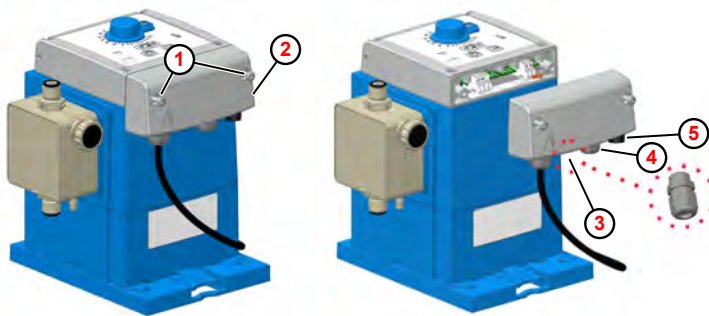

Abb. 11: Elektrische Installation „EcoUp“
( Abb. 11 , ② )
1. Die beiden Gehäuseschrauben ( Abb. 11 , ① ) lösen. Die Schrauben sind gegen Herausfallen gesichert.
2. Klemmraumdeckel ② abnehmen.
3. Für den Anschluss von Dosiermengen- bzw. Alarmausgang, die Kabelverschraubung M12x1,5 aus dem Beipack der Pumpe an entsprechender Stelle montieren ③ , Kabel durchführen, Verschraubung festziehen und Kabeladern nach Klemmenplan anschließen.
4. Für den Anschluss an Impuls - bzw. Freigabeeingang Kabel durch die entsprechende Kabelverschraubung ④ durchführen, Verschraubung festziehen und Kabeladern nach Klemmenplan anschließen.
5. Der Anschluss für den Niveaueingang muss an der dafür vorgesehenen Steckbuchse ⑤ angesteckt werden.
6. Nach Abschluss aller Installationsarbeiten, Klemmraumdeckel ② wieder aufstecken und Befestigungsschrauben ① festziehen.
Nach Demontage des Klemmraumdeckels ( Abb. 11 , ② ) sind die Klemmen zugänglich.